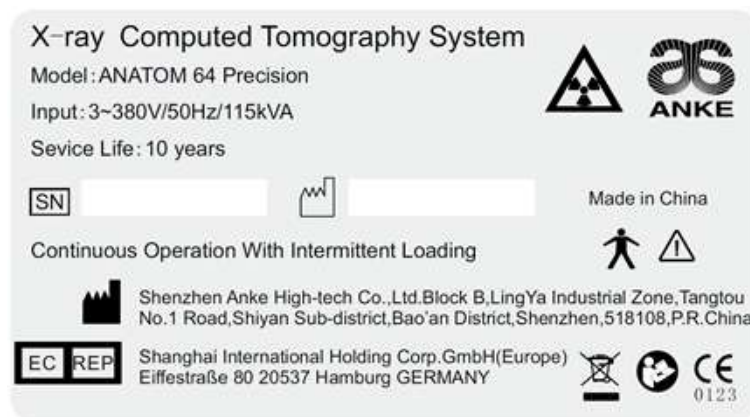

Рисунок 2-6 Системная этикетка
1. Рисунок 2-6 является системной этикеткой, наклеенной на портал